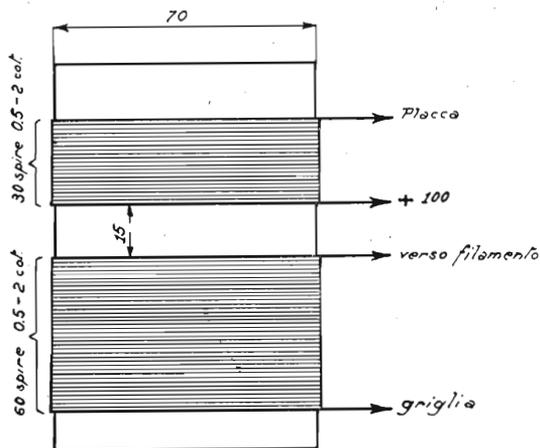

Fig. 7 - Gruppo oscillatrice della ultradina (filo 0,5 - 2 cotone)
- 1 L_3 — accoppiatore (vedi fig. 7).